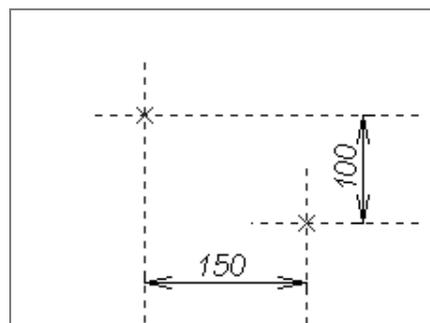

Рисунок 11 – Построение узла в точке пересечения прямых
2.3.1 Постройте опорные линии для центров окружностей при помощи команды . Порядок построения: При помощи опции  построить прямые в правом нижнем углу. Это базовые прямые. Построить вертикальную прямую на расстоянии 150 мм от базовой. Построить горизонтальную прямую на расстоянии 100мм от базовой. Построить узел на пересечении прямых с помощью опции  (рисунок 11). Убрать выступание прямых линий при помощи опции  в команде .